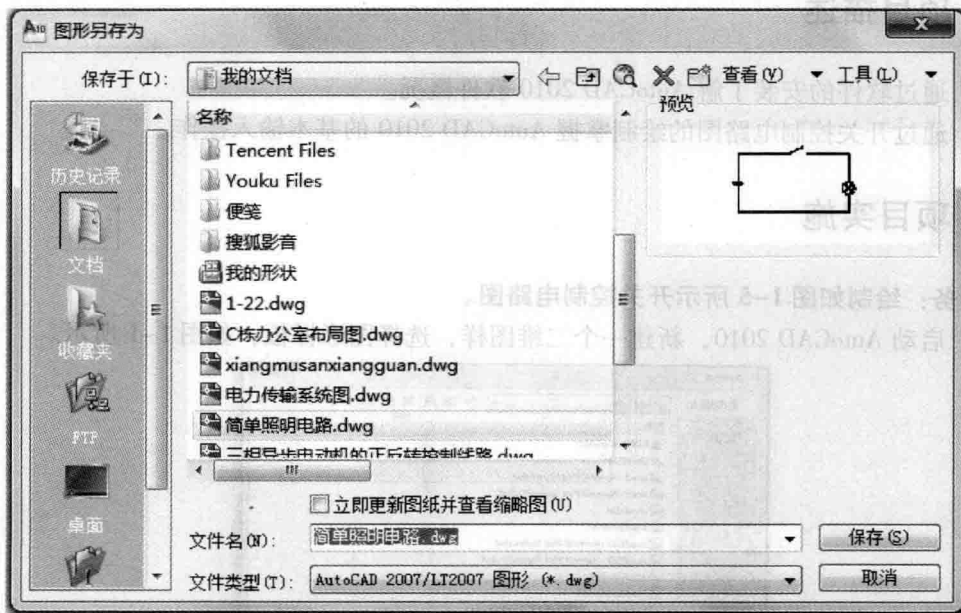

图 1-6 保存电路图
6) 对绘制好的电路图选择【保存】或【另存为】，修改文件名称，单击【保存】按钮，如图 1-6 所示。